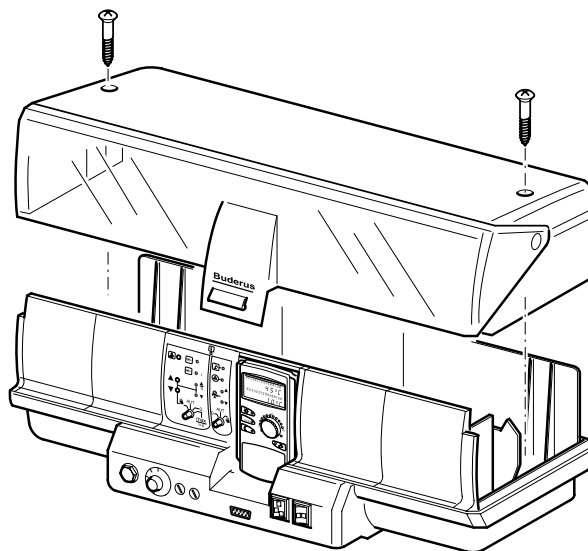

Рис. 3 Регулятор со снятой крышкой
- Открутите винты на верхней стороне прибора и снимите крышку (рис.3).